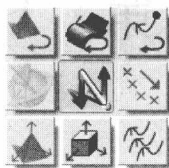

图 1.2
(1) 视图区: 显示打开的图形文件。
(2) 菜单栏: 包含软件的所有命令。
(3) 工具条: 和菜单功能一样,但通过图标可直观地选择命令。工具条中,右下角有凸起圆点的图标,按住鼠标左键不放,周围会弹出其余命令图标,如图 1.2 所示;灰色显示的图